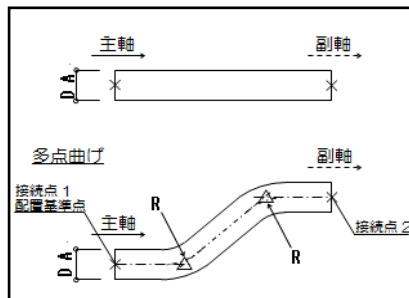

図 5
- 5) 「電線管-直管（多点曲げ含む）」の主軸ベクトルは、接続点 1 の接続面に対する大きさ 1 の法線ベクトルとし、副軸ベクトルは接続点 2 の接続面に対する大きさ 1 の法線ベクトルとする。（図 5 参照）